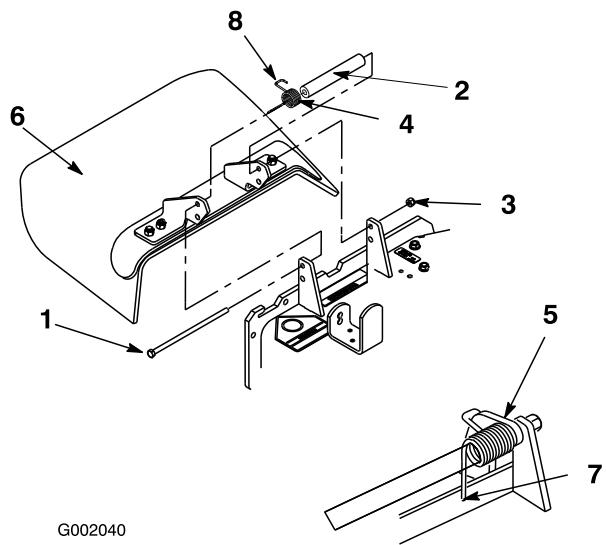

Figura 64
1. Retire la contratuerca, el perno, el muelle y el espaciador que sujetan el deflector a los soportes de pivote (Figura 64). Retire el deflector de hierba dañado o desgastado.
Nota: Asegúrese de colocar el extremo en **L** del muelle detrás del reborde de la plataforma antes de instalar el perno, según muestra Figura 64.
3. Instale el perno y la tuerca. Coloque el extremo en **J** del muelle alrededor del deflector de hierba (Figura 64).